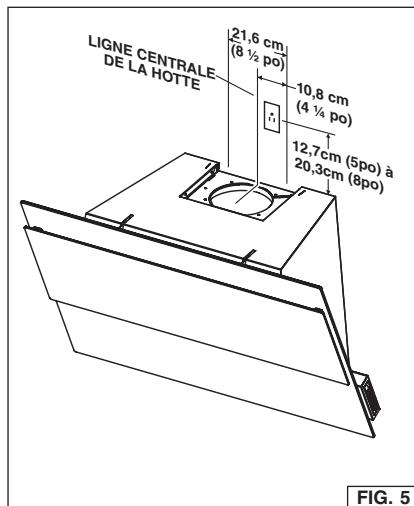

FIG. 5
3. Montez le centre de la prise murale entre 12,7 cm et 20,3 cm (5 et 8 po) au-dessus du bas de la hotte. Fig. 5.